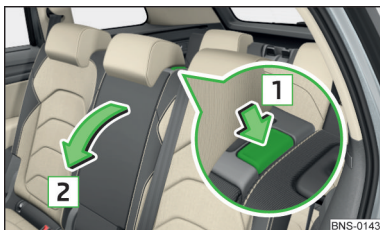

Fig. 92
- ▶ Pentru **rabatarea spre înainte**, apăsați curelușa de siguranță în sensul săgeții **1** și rabatați spre înainte spătarul în sensul săgeții **2** » fig. 92.